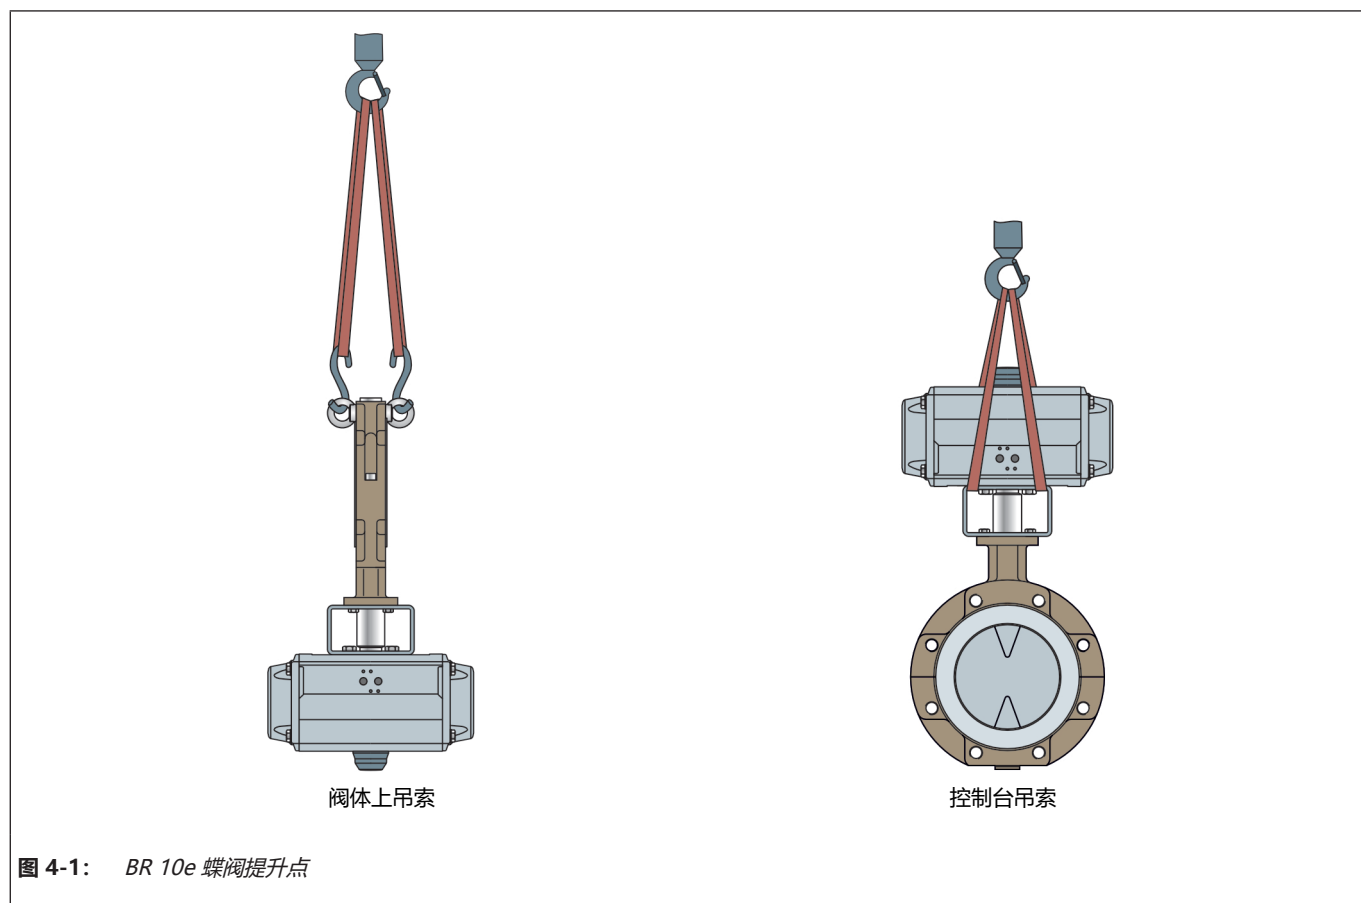

图 4-1: BR 10e 蝶阀提升点
- ⇒ 使用带有安全夹的挂钩作为悬吊元件，以防吊索在提升和运输期间滑离挂钩，请参见图 4-1。
- ⇒ 将吊索扣紧到起重机或叉车的每个悬吊元件（例如，挂钩），请参见图 4-1。
- ⇒ 将吊索扣紧到起重机或叉车的托架和悬吊元件（例如，挂钩），请参见图 4-1。在执行此操作时，请检查承载量和吊索长度，以确保安全。